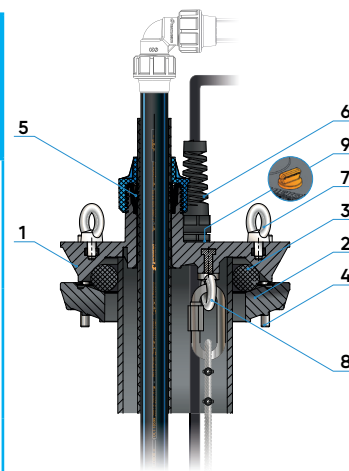

Рисунок 1
### 4.1 Устройство оголовка (рисунок 1):
Оголовок скважинный ОСП «ХИТ» (рисунок 1) состоит из основания (1), прижимного фланца (2), резинового кольца (3) и комплекта стяжных болтов (4) с шайбами и гайками. Основание представляет собой пластмассовую деталь, на которой установлены: цанговый зажим (5) для напорной полиэтиленовой трубы; гермоввод (6); два верхних рым-болта (7); один нижний рым-болт с карабином (8) для крепления троса; заглушка (9) для закрепления троса от сливного клапана или для установки дополнительного оборудования.